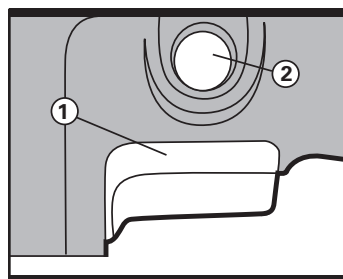

Fig 1
Presione el gatillo (1) luego el botón de bloqueo en marcha (2) (Ver Fig 1), suelte primero el gatillo y luego el botón de bloqueo en marcha. El gatillo quedará trabado para uso continuo. Para apagar la herramienta, presione y suelte el gatillo.